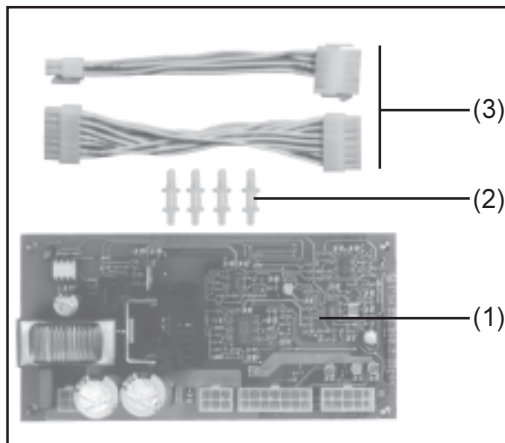
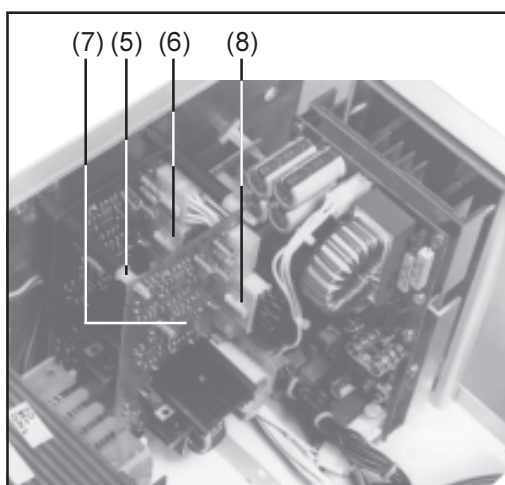

Abb.3 Einbauset
Abb.4 Einbauposition Print PZ45 RO
- Visser entretoises encliquetables - fig.3/pos.(2) - sur les entretoises M4x40 - fig.4/pos.(5).
- Ficher câbles - fig.3/pos.(3) - dans douilles à 14 fiches sur la plaque PV45S (A25x4) - fig.4/pos.(6).
- Installer plaque PZ45 RO - fig.3/ pos.(1) - parallèlement à la plaque PV45 S - fig.4/pos.(7)
- Ficher connecteur à 14 fiches sur la plaque PZ45 RO (A26X4) - fig.4/ pos.(8)